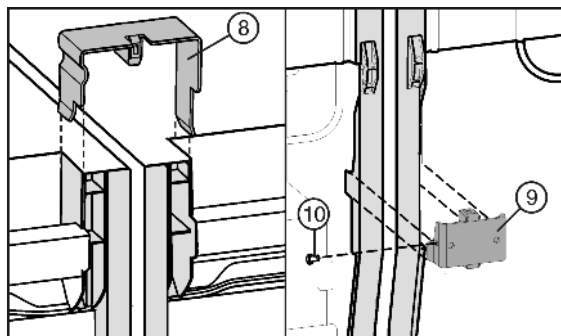

Fig. 7
▶ Вставте з'єднувальну скобку Fig. 7 (8) зверху в середні бокові стінки.
▶ Вставте з'єднувальний кутик Fig. 7 (9) знизу в відповідний виріз.
▶ Якщо з'єднувальний кутик сидить вільно, встановіть гвинт Fig. 7 (10).